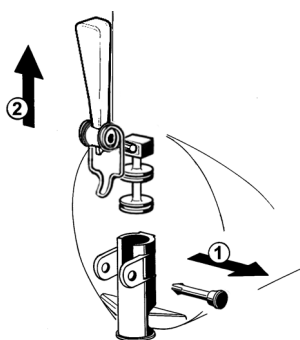

Bild 10
- 5 Den Ablaufhahn in der gezeigten Reihenfolge zerlegen (Bild 10).
umgekehrter Reihenfolge ausführen (Bild 10).